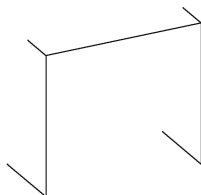

图 11-2 绘制直线
(2) 单击“默认”选项卡“绘图”面板中的“直线”按钮，在命令行提示下依次输入[(150,0,0)、(@ -150,0,0)、(@ 0,0,260)、(@ 0,300,0)、(@ 0,0,-260)、(@ 150,0,0)]，[(0,0,260)、(@ 70,0,0)]和[(0,300,260)、(@ 70,0,0)]，绘制结果如图 11-2 所示。